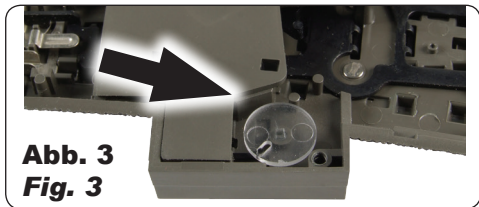

Abb. 3 Fig. 3
4. Stecken Sie auf der Unterseite der Weiche die Lichtverteilerscheibe mittig auf den quadratischen Dorn des Laternenkörpers. Achten Sie darauf, dass der kleine schwarze Hebel der Weichenschaltung in das Langloch in der Scheibe greift (Abb. 3).